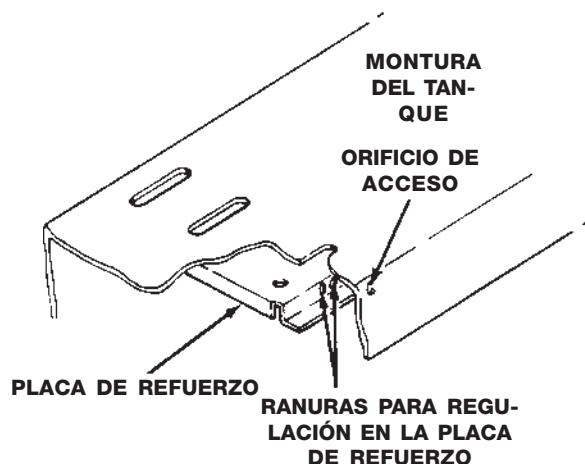
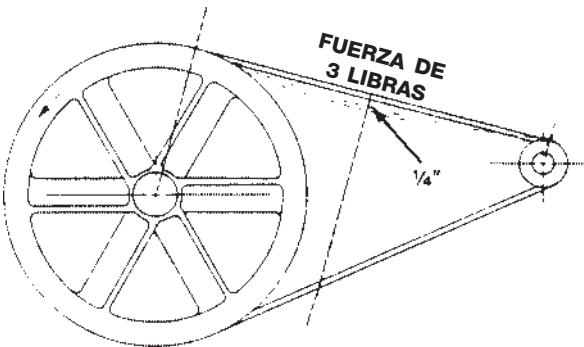

Figura 9
Figura 10
5. Empujar el motor hacia atrás a su posición normal. Templar la correa insertando un desarmador grande en el orificio de la montura que se encuentra en el lado de la cubierta de la correa debajo del motor y empujando hacia atrás la placa de refuerzo. Ver la figura 9. La tensión de la correa debe ser tal que deflecte 1/4" cuando se aplica un peso de 3 Lbs. o una fuerza equivalente con el dedo en el punto medio de la correa entre la polea del motor y la polea volante. Una correa floja emitirá chirridos al arrancar el compresor de aire. Ver la figura 10.